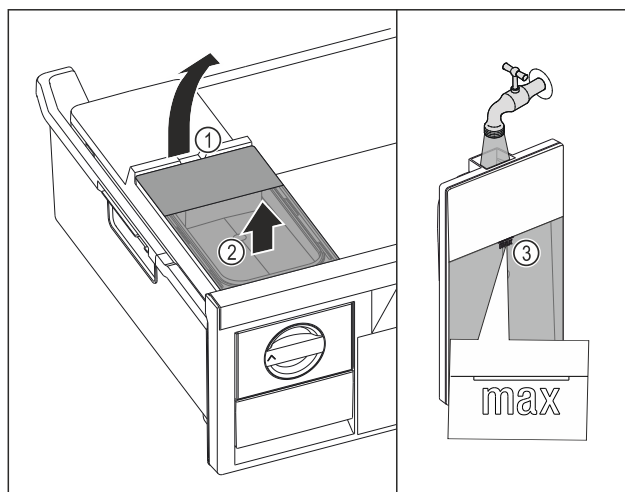

Fig. 85
- ▶ Zbiornik wody unieść za wycięcia Fig. 85 (1).
- ▶ Wyjąć zbiornik wody do góry. Fig. 85 (2)
- ▶ Zbiornik wody napełnić wodą pitną aż do oznaczenia Fig. 85 (3).